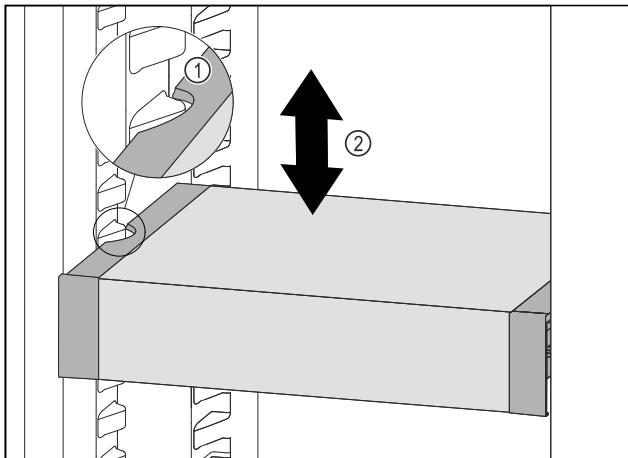

Fig. 86
- Потягнути VarioSafe вперед, поки бокові заглибилення VarioSafe не опиняться на рівні ребра для резервуара в охолоджувальному відділенні. Fig. 86 (1)
- Пересувайте VarioSafe вгору або вниз в охолоджувальному відділенні до тих пір, поки не досягнете бажаної висоти. Fig. 86 (2)